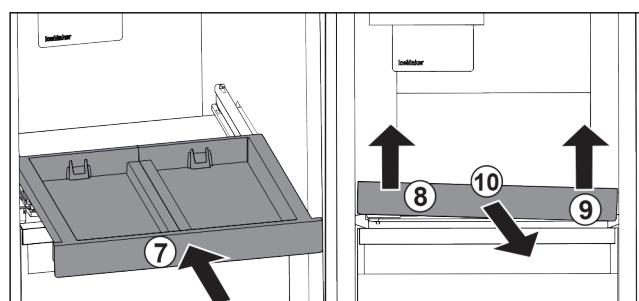

Fig. 20
- Gurnite izvlačnu ploču. Fig. 20 (7)
- Podignite izvlačnu ploču naprijed lijevo. Fig. 20 (8)
- Podignite izvlačnu ploču naprijed desno. Fig. 20 (9)
- Izvadite izvlačnu ploču prema naprijed. Fig. 20 (10)